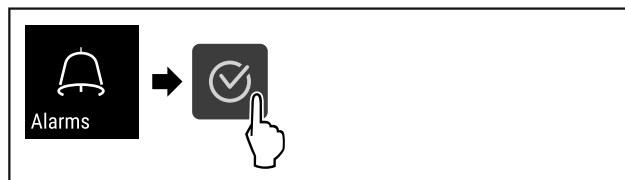

Fig. 97
- ▶ Atlikite veiksmus (žr. Fig. 97).